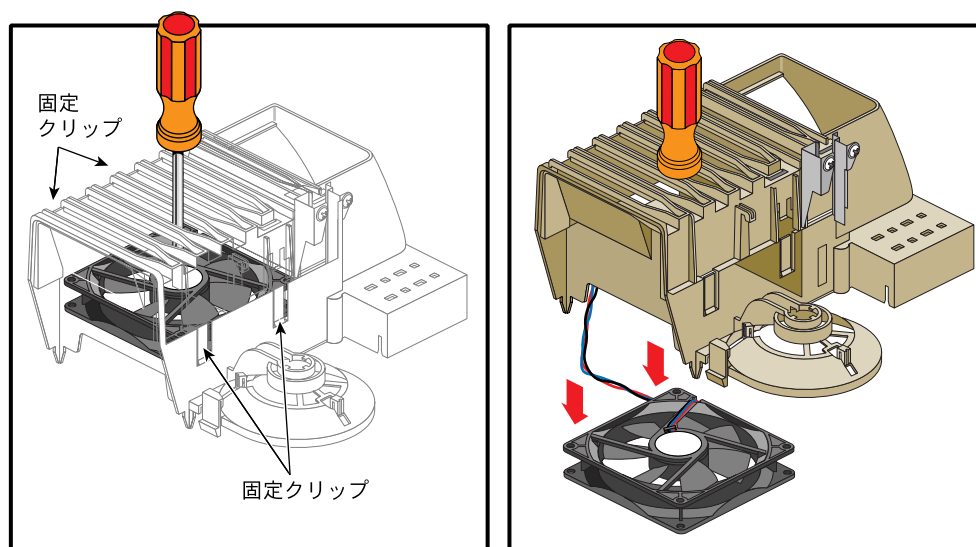

図2-15 プラスチックフレームからのファンの取り外し
6. ファンは4個の固定クリップによってプラスチックフレームに格納されています。ファンをプラスチックフレームから取り外すには、図2-15に示すように、フレームを下向きにして平らな表面に置きます。
7. 平らなドライバーを使用して、ファンの中心をそっと押します。ファンを押しながら、ファンからクリップを引き抜いて1個ずつファン固定クリップをはずします。その手順を図2-15に示します。